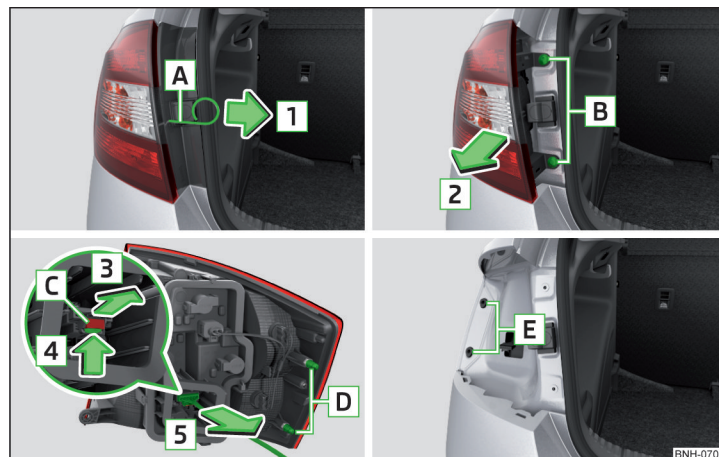

Fig. 277 Demontarea lămpii/scoaterea conectorului
- ▶ Introduceți brida pentru extragerea capacelor integrale de roată în degajarea **A** » fig. 277.
- › Introduceți lampa cu proeminențele **D** în punctele de fixare **E** din caroserie » fig. 277.